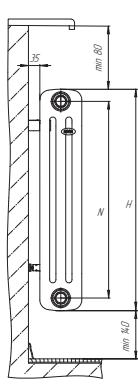
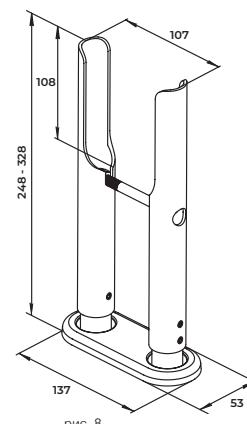

рис. 1
рис. 8
2.7 Для оптимальной теплоотдачи радиатора кронштейны должны обеспечивать положение прибора согласно рис. 1. Для крепления радиатора к полу, в местах где настенные кронштейны установить невозможно, используют напольные кронштейны рис. 8. Напольные кронштейны серийно производятся для 3-х колончатых радиаторов. Напольные кронштейны в комплектацию не входят и приобретаются отдельно.
6.1 При монтаже радиатора TUBOG необходимо выдержать минимальные расстояния в соответствии с рис. 1. Схемы подключения радиаторов с боковым подключением приведены на рис. 2-5. Оптимальными схемами подключения являются рис. 4-5.